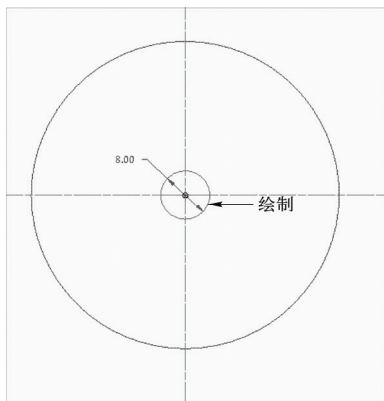

图 9-60 绘制草绘截面二
STEP 05 进入草绘环境，单击“草绘”选项卡中的相应按钮，绘制草绘截面，如图 9-60 所示。